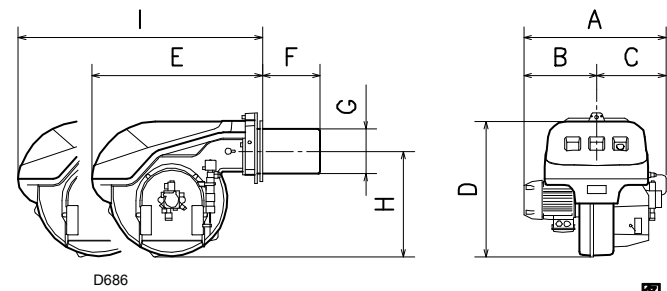

图 2
4.2.2 最大尺寸 (图 2) - 大概值
燃烧器最大尺寸见 (图 2) 所示。